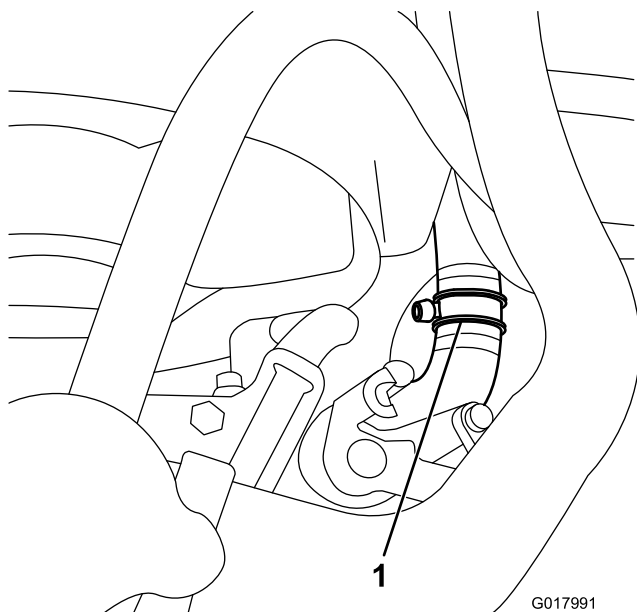

Figura 27
3. Tagliate il flessibile del radiatore inferiore a circa 54 mm dall'estremità del flessibile che va al radiatore (Figura 27).
4. Collegate il raccordo a T a ogni estremità appena tagliata del tubo del radiatore inferiore con 2 fascette stringitubo grandi (Figura 27).